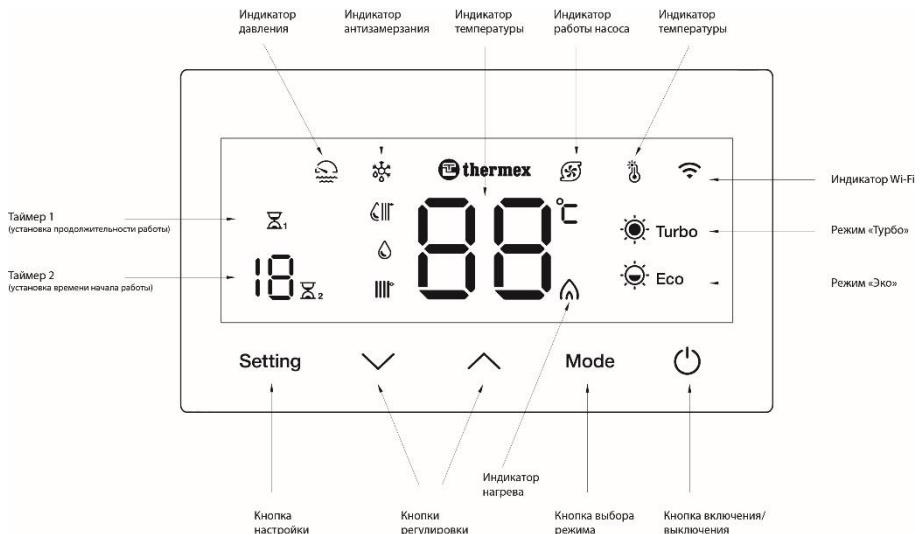

Рис. 3. Панель управления
После установки оборудования, подключения к системе отопления и к электросети нажмите на кнопку включения/выключения на панели управления (Рис.3).
Для понижения температуры теплоносителя нажмите кнопку уменьшения на панели управления (Рис.3). Одно нажатие понижает температуру на 1 С°.
Для выбора одного из трех режимов нагрева используйте кнопку выбора режима [Mode] на панели управления (Рис.3).
**RU** ходимо одновременно нажать кнопки регулировки [V] и [^] на панели управления (рис. 3). Индикатор Wi-Fi  начнет быстро мигать. Еще раз нажмите одновременно на кнопки регулировки [V] и [^]. Индикатор Wi-Fi  начнет мигать медленно. Подключение возможно как при быстром, так и при медленном мигании индикатора, инструкции для обоих способов есть в приложении.